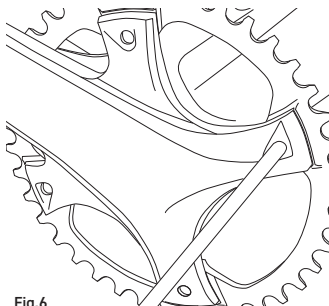

Fig.6
- **SOLO PARA EKAR:** También se puede acceder a los tornillos desde la parte exterior de la bicicleta, pero procure no dañar la superficie del conjunto de platos y bielas y recuerde que el sentido de rotación de la llave será opuesto al sentido normal (Fig. 6).